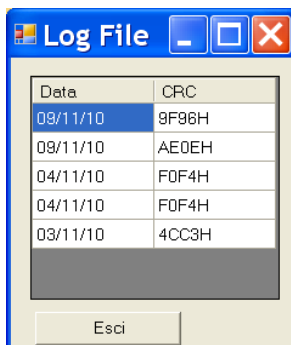

Figura 42
- ➔ All'interno del file di configurazione (progetto), sono inseriti la **data di creazione e il CRC (identificazione a 4 cifre esadecimale)** del progetto stesso che vengono memorizzati in M1 (Figura 42).